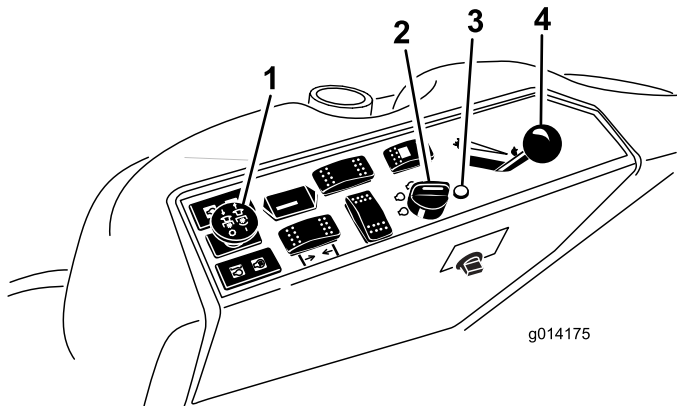

Bild 19
- Stellen Sie den Zapfwellenschalter in die AUS-Stellung (Bild 19).
- Bewegen Sie den Gasbedienungshebel in die Mittelstellung zwischen die SCHNELL- und LANGSAM-Stellung (Bild 19).